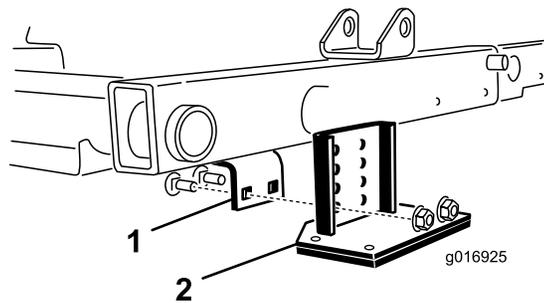

図 30
- 2. 中央のカッティングユニットの上にあるフレームブラケットを探し出す(図30)。
- 3. チップブラケット装着後もローラの接触状態が変わらないようにするには、チップブラケットのどの穴を使ってフレームブラケットに取り付ければよいかを、中央カッティングユニットの前ローラを押し下げて調べる(図30)。
- 4. カッティングユニットを下降させ、キットに付属しているキャリッジボルト2本とナットを使って、チップブラケットをフレームに取り付ける(図30)。